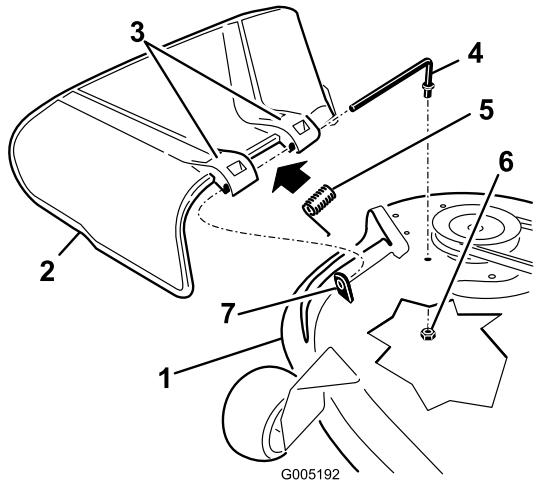

Figura 47
- Localice los elementos mostrados en la Figura 47.
- Retire la tuerca (3/8 pulg.) de la varilla (debajo del cortacésped) (Figura 47).
- Deslice la varilla para retirarla del espaciador corto, de la arandela de freno interna, del muelle y del deflector de hierba (Figura 47). Retire el deflector de hierba dañado o desgastado.
- Cambie el deflector de hierba y la arandela de freno interna (Figura 47).
- Coloque el muelle sobre la varilla, con los extremos de los alambres hacia abajo, y entre los soportes del deflector de hierba. Deslice la varilla por el segundo soporte del deflector de hierba y por la arandela de freno interna (Figura 47).
- Introduzca la varilla, en la parte delantera del deflector de hierba, por el espaciador corto de la plataforma. Fije el extremo trasero de la varilla en el cortacésped con una tuerca (3/8 pulg.) (Figura 47).